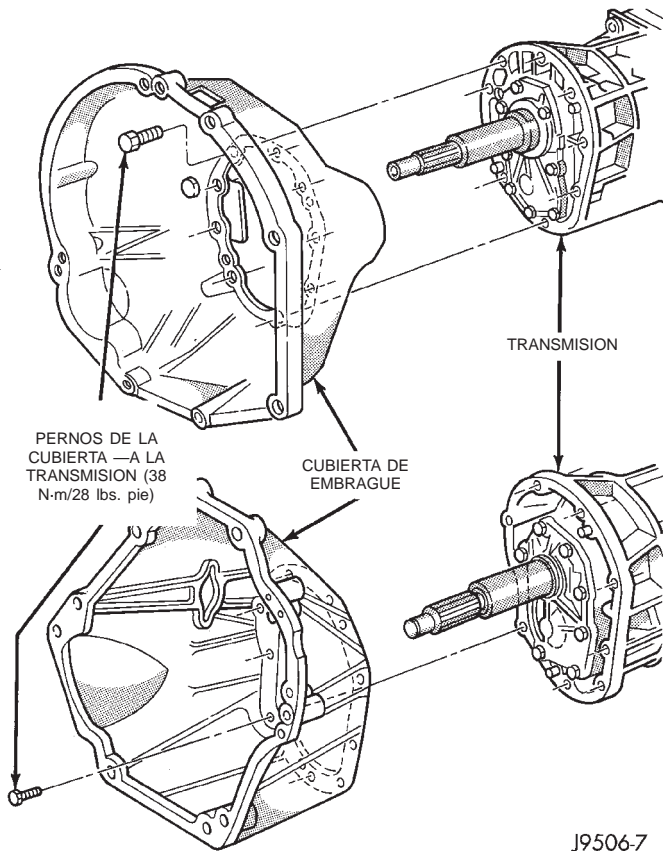

Fig. 10 Cubierta de embrague
(24) Retire la varilla de refuerzo de la cubierta del embrague.
(25) Retire los pernos que fijan la cubierta del embrague al motor.
(26) Tire del gato para transmisiones hacia atrás hasta que el eje impulsor se separe del embrague. Después retire la transmisión por debajo del vehículo.
(27) Retire el cojinete de desembrague, la horquilla de desembrague y el collarín de retención.
(28) Retire la cubierta del embrague de la transmisión (Fig. 10).
N-m (28 lbs. pie). (Fig. 10) **Antes de apretar los pernos, asegúrese de que la cubierta asiente correctamente sobre el bloque del motor.**